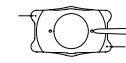

Fig. 10
4. Sujete la ICL o TICL con pinzas e inspecciónela bajo el microscopio quirúrgico para identificarla y verificar su orientación correcta. (Fig. 10)